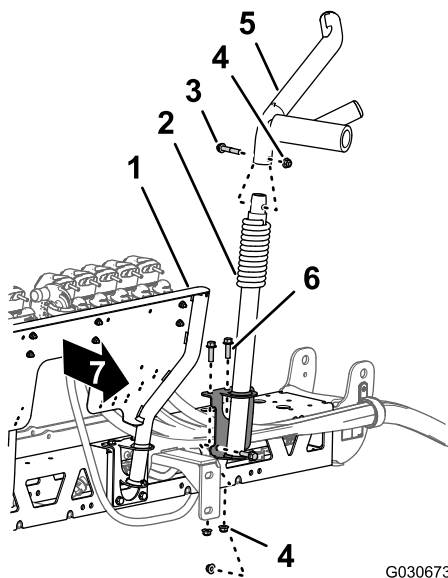

Figure 123
- Placez les trous dans le support de montage du nouveau berceau de rampe gauche en face des trous en haut et à l'avant (à gauche du support de collecteur) de la nouvelle section de rampe centrale (Figure 123).
6. Au niveau de la partie inférieure du berceau gauche, fixez la partie supérieure du berceau, que vous avez retirée à l'opération 1 de Dépose du berceau de rampe (page 39), sur la partie inférieure du berceau (Figure 123) à l'aide du boulon à embase (3/8" x 2") et du contre-écrou à embase (3/8").